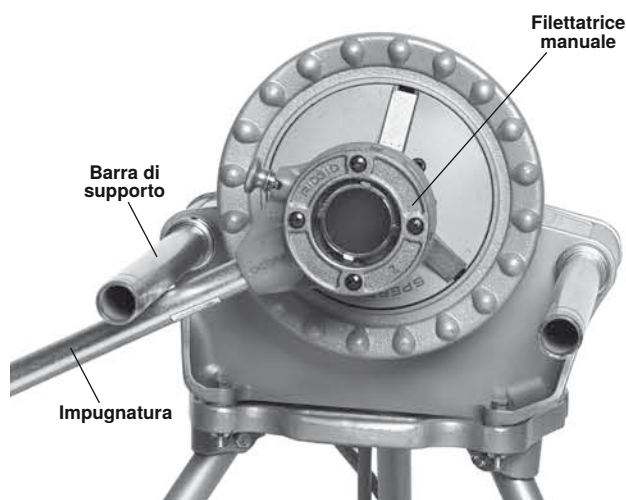

Figura 20 – Rimozione della testa di filettatura dal tubo filettato (impugnatura contro il fondo della barra).
- c. Estendere completamente la barra di supporto lato interruttore e sollevare l'impugnatura della filettatrice contro la parte inferiore della barra. Afferrare l'estremità dell'impugnatura della filettatrice con la mano sinistra. Per evitare lesioni da schiacciamento, non mettere le mani o le dita tra l'impugnatura della filettatrice e la barra di supporto. Mantenere l'impugnatura a contatto con la barra di supporto (vedere Figura 20).
1. Mantenere l'impugnatura della filetatrice contro la parte inferiore della barra di supporto lato interruttore. Per evitare lesioni da schiacciamento, non mettere le mani o le dita tra l'impugnatura della filetatrice e la barra di supporto. Vedere Figura 20 per la corretta posizione operativa.